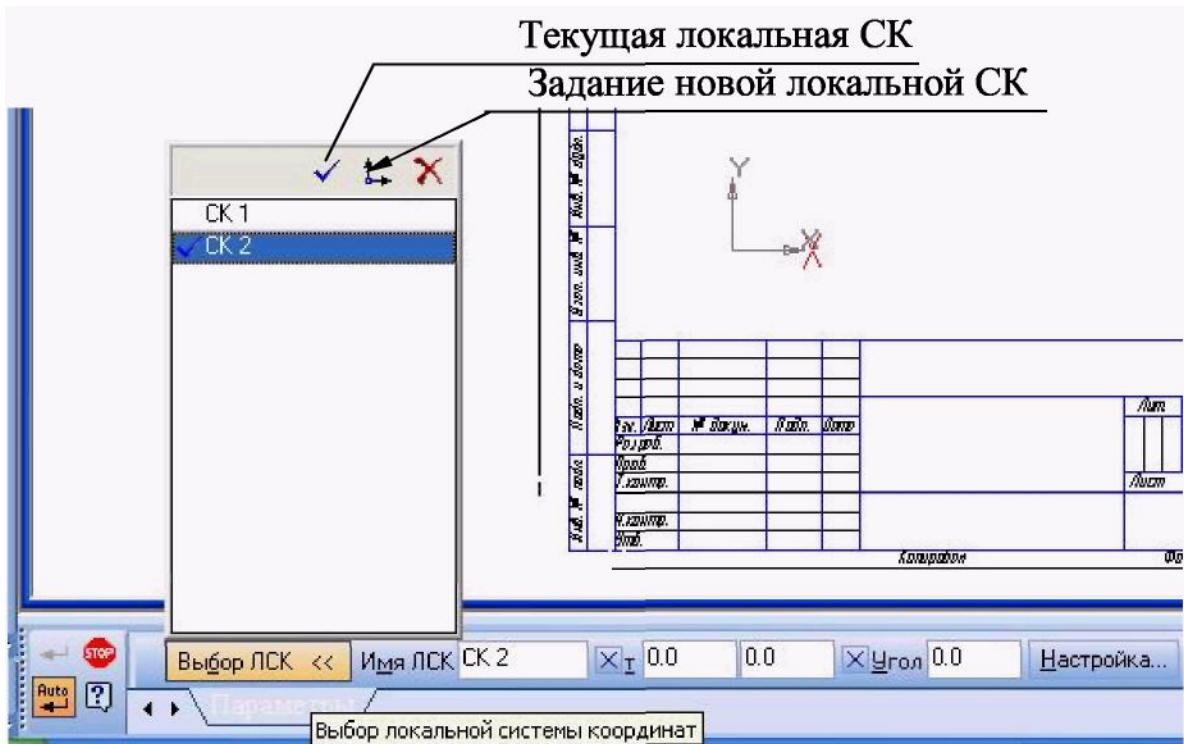

Рис. 3.1. Зміст панелі властивостей при створенні локальної системи координат
- Клацніть графічним курсором у тім місці креслення, де ви хочете помістити центр створюваної системи координат, або, скориставшись Панеллю властивостей (рис. 3.1), у поле t уведіть координати цього центра щодо глобальної системи координат.